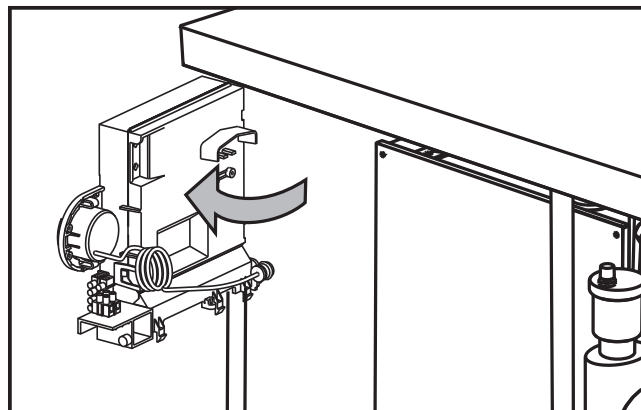

fig. 21
3. Dévisser la vis et tourner le tableau de commandes (voir fig. 21).